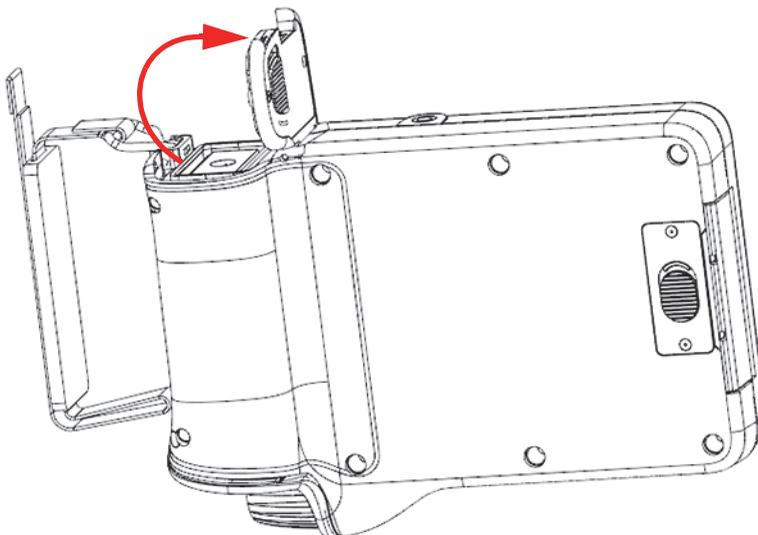

Figura 4-2 Compartimento de batería: cubierta abierta
3. Levante la tapa hasta que esté completamente abierta. Vea la Figura 4-2 en la página 46.